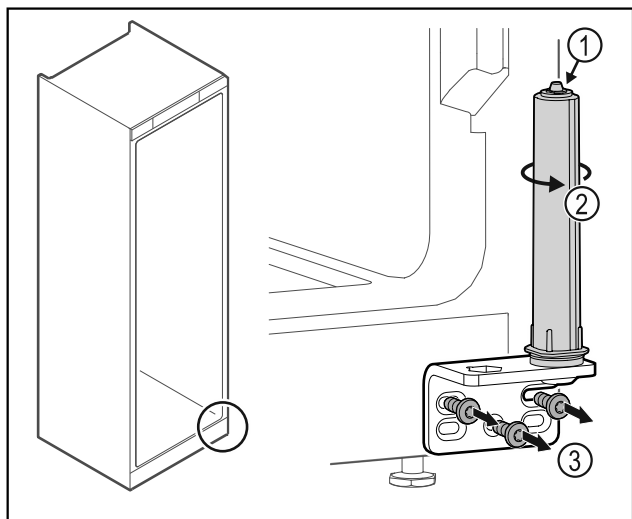

Fig. 41
- ▶ Не разбирайте систему закрытия двери Fig. 41 (1).
- ▶ Поворачивайте систему закрытия Fig. 41 (2) до щелчка.
- ▶ Отвинтите шарнирные уголки Fig. 41 (3).